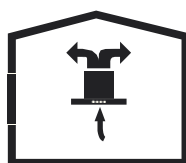

Fig. 5: Circulação de ar com filtro de carbono.
*O ar absorvido é limpo pelos filtros de gordura e um filtro de carbono ativo e transferido de volta para a cozinha. Fig. 5*